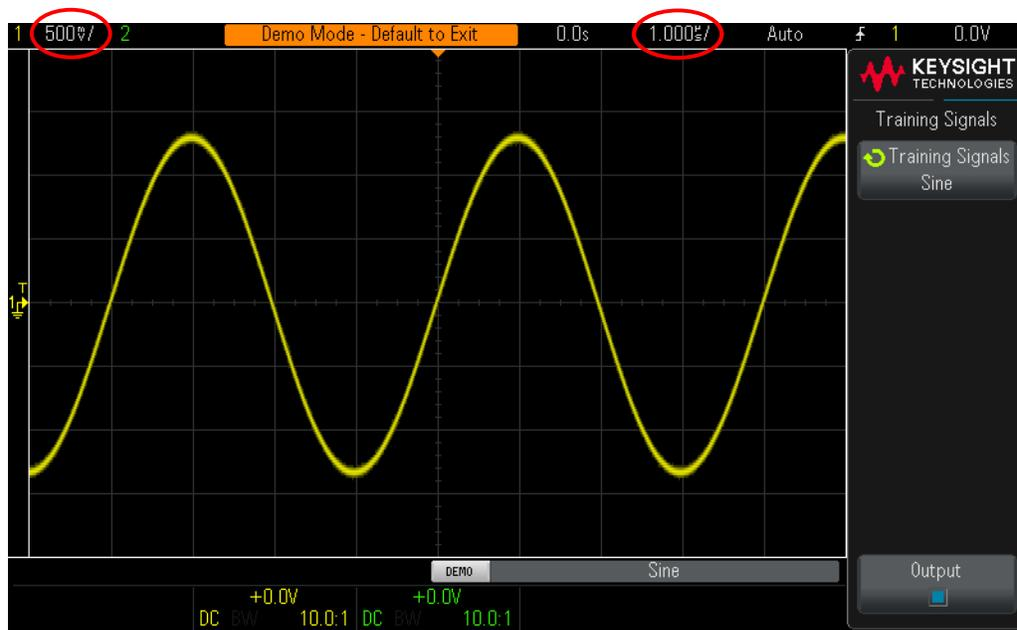

Figure 9 Configuração inicial para exibir o sinal de treinamento da onda senoidal
- 7 Gire o botão s/div (o botão grande na seção Horizontal) no sentido horário, até que seja possível observar mais de dois períodos de uma onda senoidal no visor. A configuração correta deve ser **1,000 μ s/div**, que é exibida como "1.000 μ s/", próximo ao centro da parte superior da tela. O visor do seu osciloscópio deve estar parecido com **Figure 9**. De agora em diante, iremos nos referir a esta simplesmente como a configuração da "base de tempo" do osciloscópio.